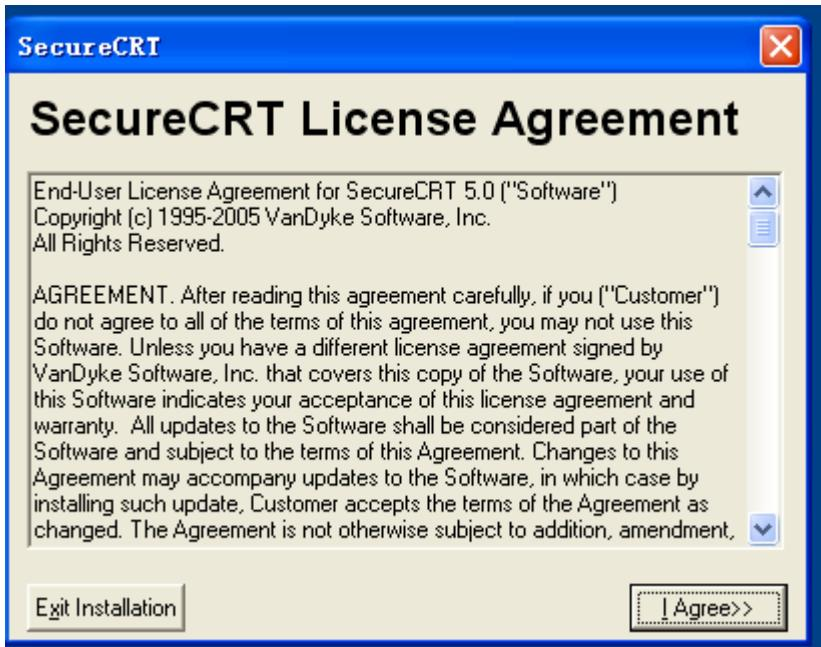

图 2.1
2、SecureCRT 软件需要安装，双击 scrt50b4.exe 图标，打开安装程序，出现如下图 2.1，